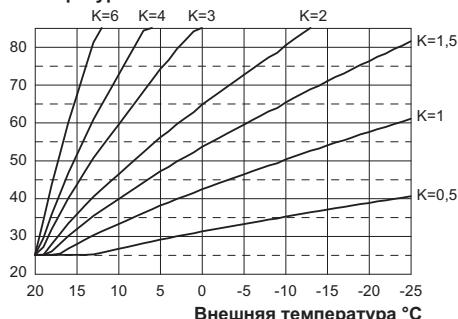
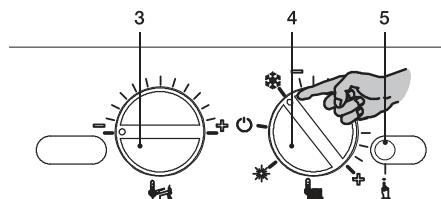
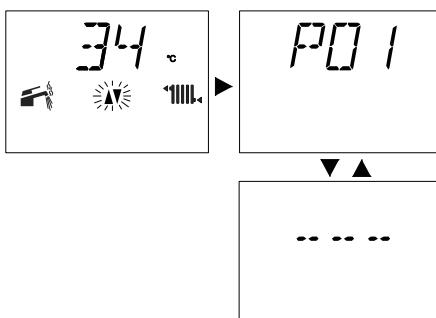

Рисунок 5.26
Рисунок 5.27
Рисунок 5.29
При подключении внешнего датчика с целью оптимизации температуры отопления данный параметр необходимо настроить с учетом производительности системы (Рисунок 5.26).
Например, чтобы обеспечить в системе отопления температуру нагнетания, равную 60 °C, когда внешняя температура равна -5 °C, необходимо установить коэффициент K на 1,5 (пунктирная линия, см. Рисунок 5.26).
- Установите регуляторы 3 и 4 так, как показано на следующем рисунке (см. Рисунок 5.27).
- Чтобы настроить коэффициент K (см. Рисунок 5.26), войдите в режим программирования, нажав и удерживая в течение 15 с кнопку сброса 5 (Рисунок 5.27), пока на ЖК-дисплее не появится параметр P01. На ЖК-дисплее последовательно отобразятся следующие символы (параметр P01 будет загораться поочередно). Рис. 5.29
- Нажмите кнопку сброса 5 (Рисунок 5.27) и пролистайте параметры, пока не дойдете до параметра P15, предназначенного для настройки коэффициента K. На ЖК-дисплее последовательно отобразятся следующие символы (параметр P15 будет загораться поочередно с 00). см. рис. 5.30